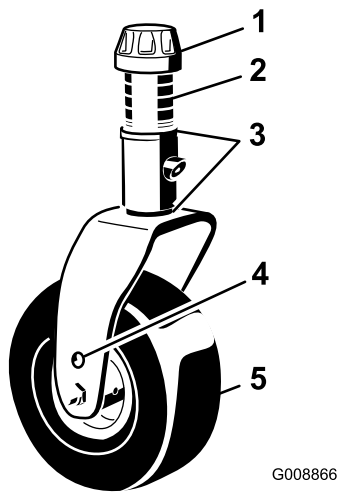

図 20
2. 両方のキャストホイールのアクスルをキャストフォークの上穴または下穴にセット（全部のキャストフォークで同じ穴に統一）する（図 20）。ノズルを高い位置で使いたい場合には、キャストホイールのアクスルを下穴にセットする。
- スピンドルシャフトからテンショニングキャップを外し（図 20）キャストアームからスピンドルを抜き出す。最初についていたように、スピンドルシャフトにシム（3mm）を 2 枚セットする。これらのシムは、ブローアをその幅方向全体にわたって水平にするために必要なものである。希望の高さにするために必要な数のスペーサ（13 mm）をシャフトにセットし、ワッシャをはめる。